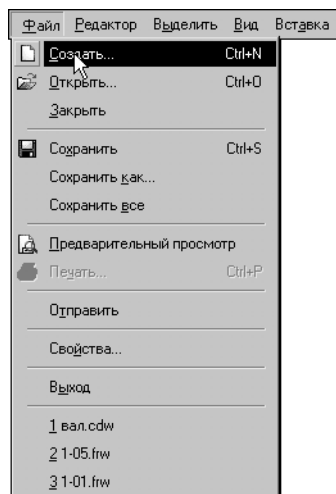

Рис. 2.5. Активизация строки меню
1. Откройте меню **Файл** (рис. 2.5).
В меню представлен список команд, которые объединены в группы по функциональному признаку (рис. 2.5). Группы отделены друг от друга горизонтальными линиями.
Справа от названия некоторых команд, например, **Открыть...** из меню **Файл**, находится многоточие (рис. 2.5). Вызов таких команд не приводит к их немедленному выполнению, а открывает диалог, в котором необходимо задать параметры, необходимые для выполнения команды.
Справа от названия некоторых команд даны названия клавиш клавиатуры или комбинаций клавиш, например **<Ctrl>+<O>** для команды **Открыть** (рис. 2.5). Это так называемые «горячие клавиши». Для запуска этих команд достаточно нажать соответствующую клавишу или комбинацию клавиш на клавиатуре (при условии, что вы их помните), не открывая само меню.